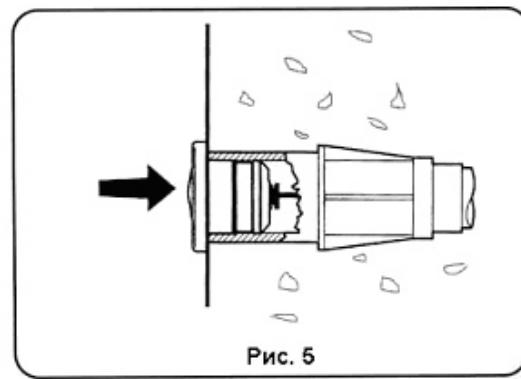

Рис. 5
4. Затем установите светильник (рис. 5).